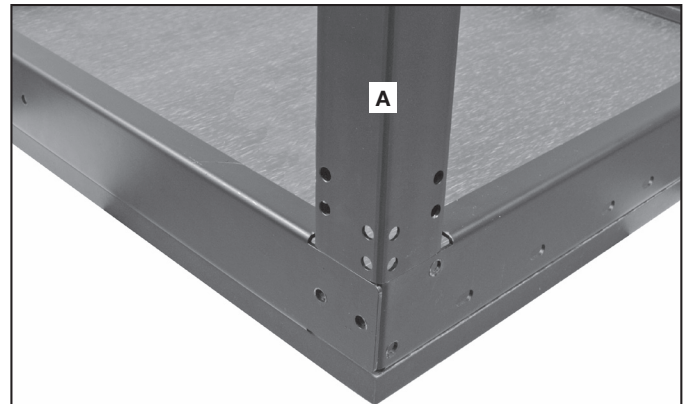

FIG. 1
2. Oriente una de las patas como se muestra en (A), Fig. 1. Baje la pata hacia la mesa para que los orificios de la pata coincidan con los orificios de la mesa.